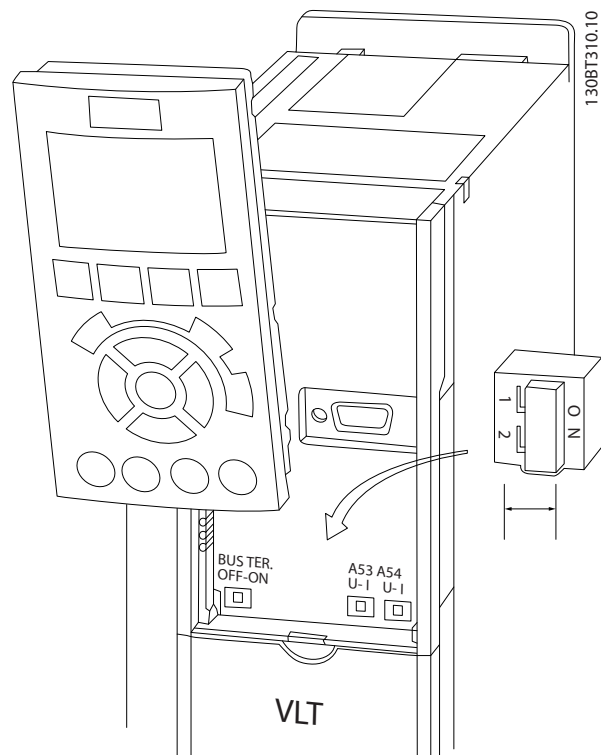

Abbildung 2.19 Lage der Schalter für Klemmen 53 und 54
Abbildung 2.19 zeigt die steckbaren Anschlüsse des Frequenzumrichters. Klemmenfunktionen und Werkseinstellungen werden in Tabelle 2.3 zusammengefasst.
- Die Schalter sind zugänglich, wenn das LCP abgenommen worden ist (siehe *Abbildung 2.19*). Einige Optionskarten für das Gerät decken diese Schalter ggf. ab und müssen zum Ändern der Schaltereinstellungen entfernt werden. Vor Entfernen von Optionskarten immer die Energiezufuhr zum Gerät trennen.